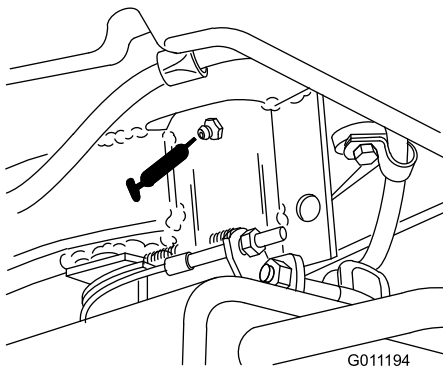

Figura 26
- Eje de la horquilla de dirección (1) (Figura 26)